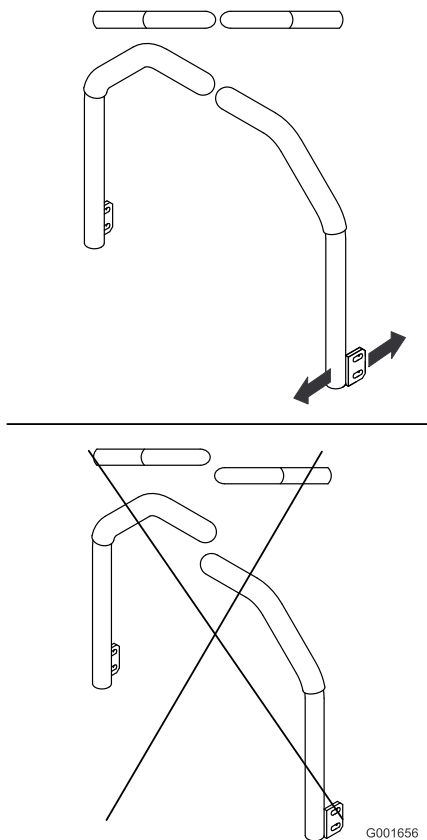

図 68
5. この状態で、左右のコントロール・レバーが整列するように調整し（図 68）、ボルトを締めて、各レバーをポストに固定する。